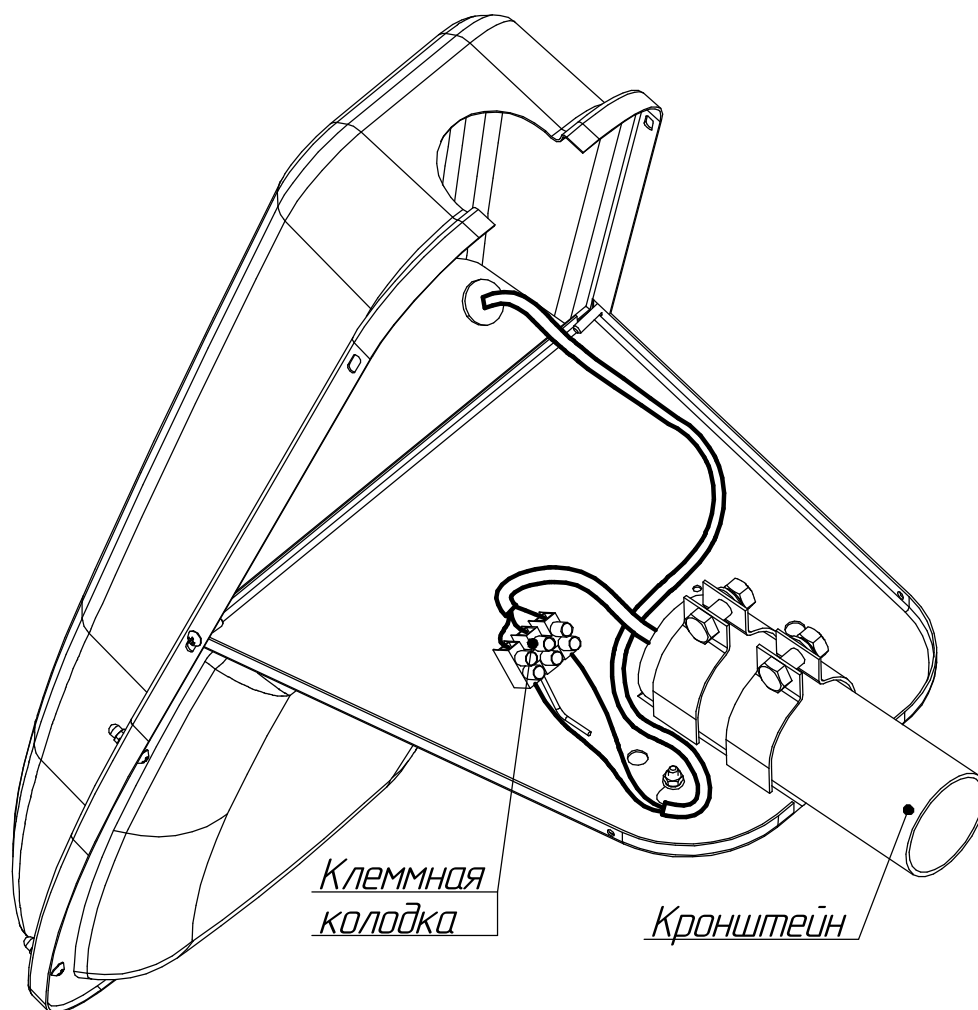

Рисунок 2 - Монтаж светильника (40 и 60 Вт) на кронштейн
5.4 Установите светильник в рабочее положение на кронштейн диаметром 48 мм и затяните винты на узле крепления. Для обеспечения надежного крепления светильника, соединения должны быть затянуты с усилием не менее 8 Н×м (рисунок 2).
5.5.1 **Только для ДКУ17-40 и ДКУ17-60:** откройте распределительную коробку и подключите сетевые провода (рисунок 2, 4).